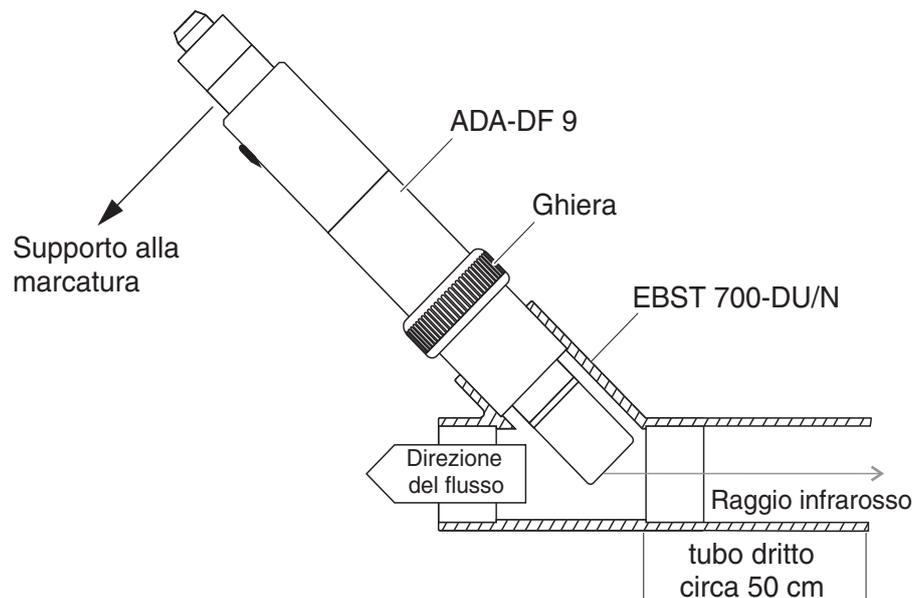

Fig. 3-5 Sensore di torbidità nel tubo utilizzando l'adattatore di flusso EBST 700-DU/N
La Fig. 3-5 mostra l'installazione con l'adattatore di flusso EBST 700-DU/N per l'installazione in una tubazione dritta (DN 50). Il raggio infrarosso è parallelo all'asse della tubazione e punta in direzione opposta alla direzione del flusso. Il contrassegno sul sensore punta verso la tubazione (vedere la Fig. 3-5).
- 3 Installare il sensore nell'adattatore di flusso con l'ausilio dell'adattatore ADA-DF 9 (vedere le istruzioni per l'uso dell'adattatore). Per posizionare correttamente l'anello di accoppiamento sull'EBST 700-DU/N, allentarlo un po' e allineare l'ausilio per la marcatura come indicato in Fig. 3-5. Quindi, serrare l'anello di accoppiamento.